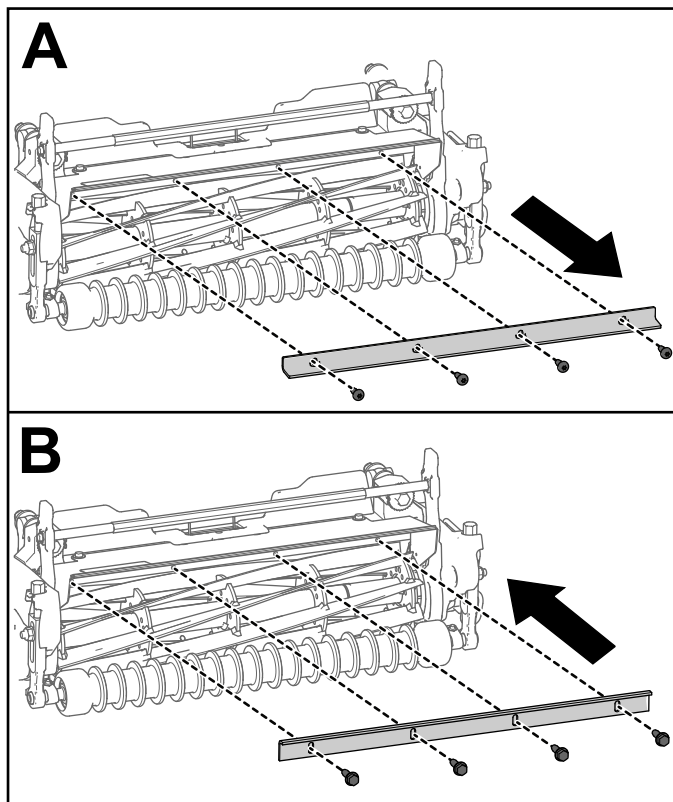

Figura 5
- Se as unidades de corte modelos 04657 e 04658 forem utilizadas em qualquer outra unidade de tração Greensmaster 3300 ou 3400, remova a barra defletora de relva e substitua-a com uma barra de corte (peça n.º 115-3303-03) e 4 parafusos (peça n.º 131-6150), conforme mostrado na Figura 5.